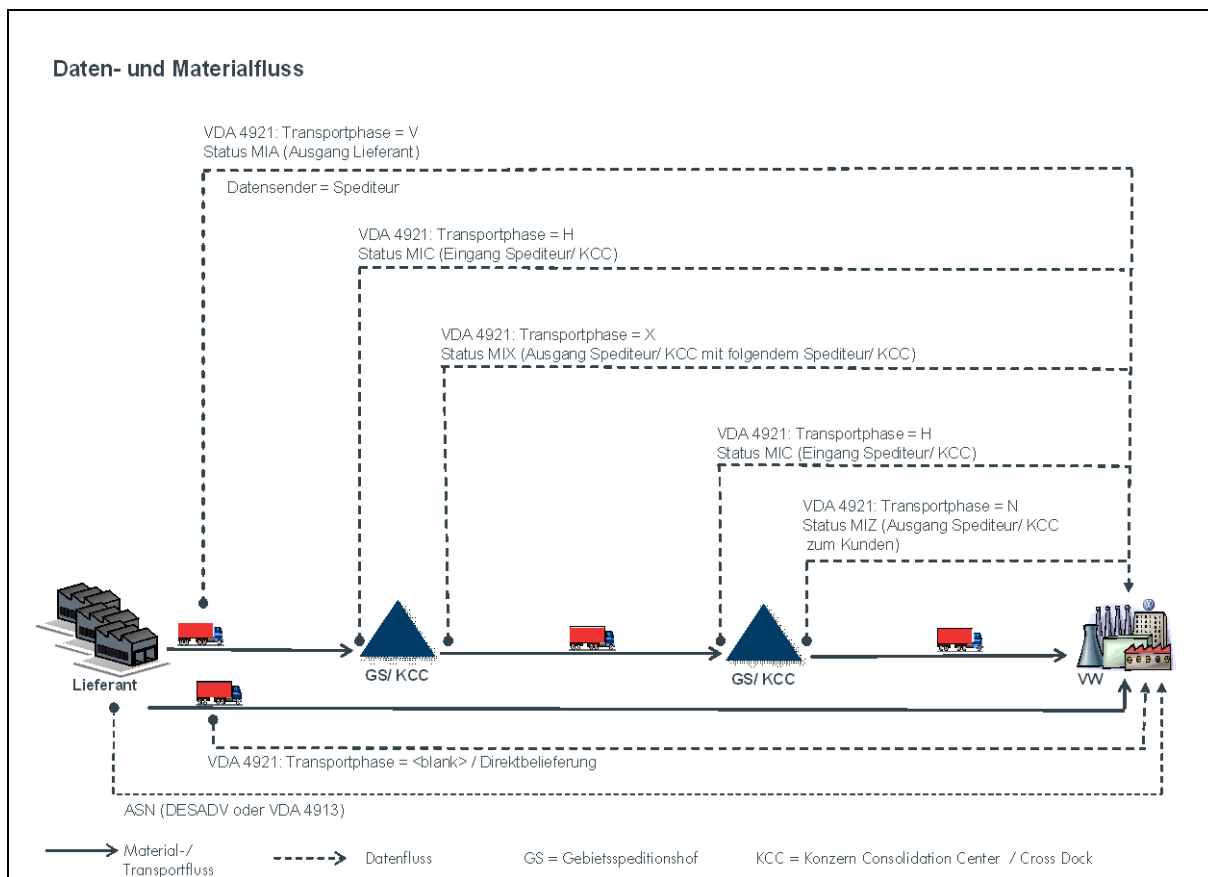

Abbildung 1: Prozesssicht VDA 4921
Für die Verfolgung des Material- und Transportflusses wird pro Transportphase (Vorlauf, Hauptlauf, Nachlauf) eine VDA 4921 vom Gebietsspediteur (GS) oder KCC- Betreiber zu VOLKSWAGEN geschickt, die den Status des Transportes dokumentiert. Beim Transporteingang in das GS/ KCC schickt der GS/ KCC- Betreiber eine VDA 4921 über den eintreffenden Transport mit dem Status MIC (H) an VOLKSWAGEN (siehe Abbildung 1). Nach der Zusammenstellung eines neuen Transportes für einen Empfänger erstellt der GS/ KCC- Betreiber eine zweite VDA 4921 mit dem Status MIX (X) oder MIZ (N), je nachdem ob der Empfänger ein GS/ KCC- Betreiber oder VOLKSWAGEN ist.